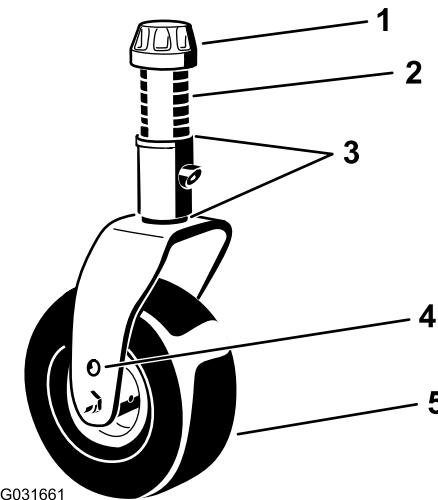

Рисунок 21
- Используя прилагаемый ключ для колпачковых гаек поворотных колес, ослабьте колпачковую гайку и снимите ее с вала поворотного колеса, затем извлеките вал из рычага поворотного колеса (Рисунок 21).